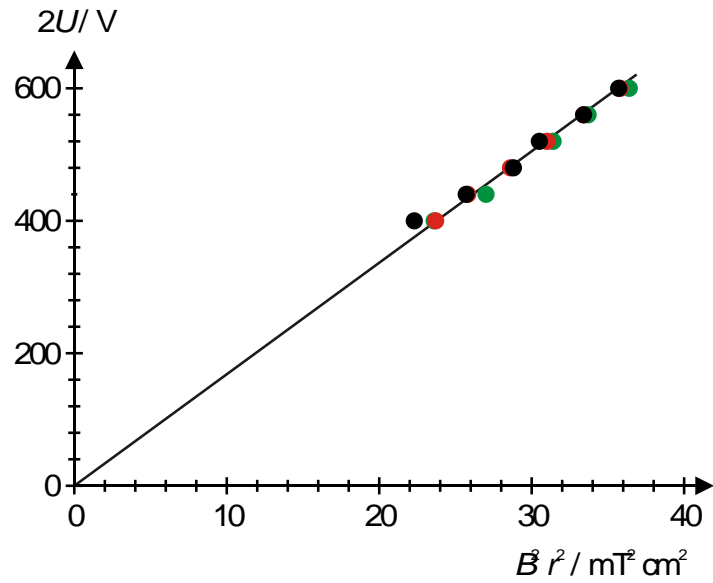

Fig. 3: Diagrama  $r^2 B^2 - 2U$  dos valores de medição (preto:  $r = 5$  cm, vermelho:  $r = 4$  cm, verde:  $r = 3$  cm)
- Para uma análise mais detalhada, inserir dos valores de medição num diagrama  $r^2 B^2 - 2U$  (veja fig. 3).